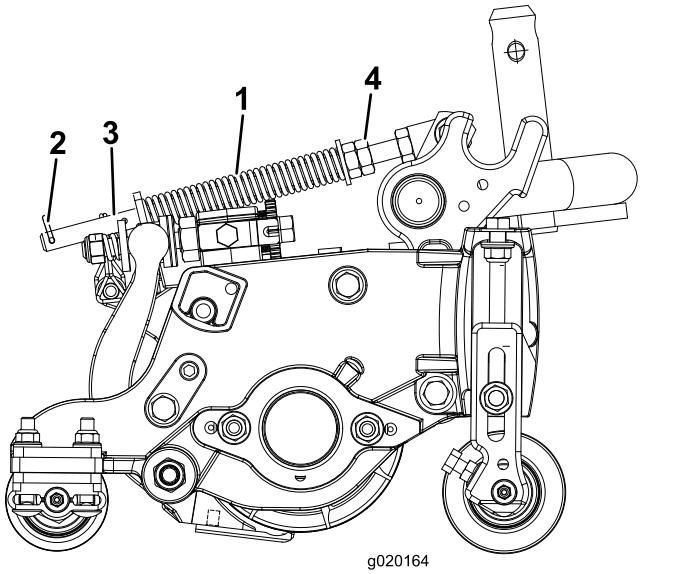

Bild 14
Die Rasenkompensierungsfeder (Bild 14) verlagert das Gewicht von der Front- zur Heckrolle. Dies reduziert ein Bobbing genanntes Wellenmuster auf der Rasenfläche.
6. Stellen Sie sicher, dass der Splint in das hintere Loch in der Federstange eingesetzt ist (**Bild 14**).
7. Ziehen Sie die Sechskantmuttern vorne an der Federstange an, bis die zusammengedrückte Länge der Feder (Bild 14) an 12,7-cm-Schneideinheiten 12,7 cm oder an 17,8-cm-Schneideinheiten 15,8 cm beträgt.